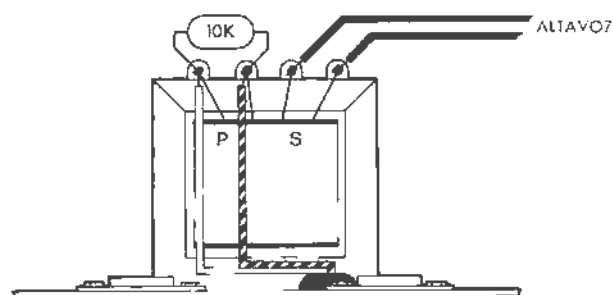

Figura 13
- Tome un condensador de 10 KpF, poliéster de 400 voltios y suéldelo entre los dos terminales del primario del transformador de salida, figura 13 (de la misma forma que tenía soldado el condensador de 1000 pF, en la práctica R-04/C, extrayendo antes éste, en el supuesto de tenerlo soldado todavía).
- Tome dos trozos de cable flexible y suéldelos desde los terminales del secundario del transformador de salida T2 (figura 13) a los del atavoz.